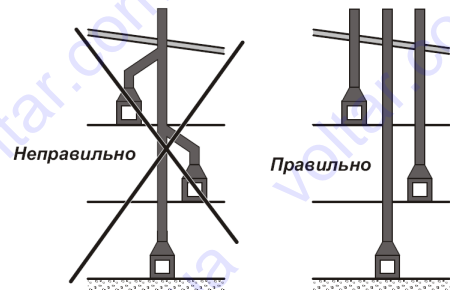

Рис. 3
4.3. Подключения к отопительной системе (см. рис.3):